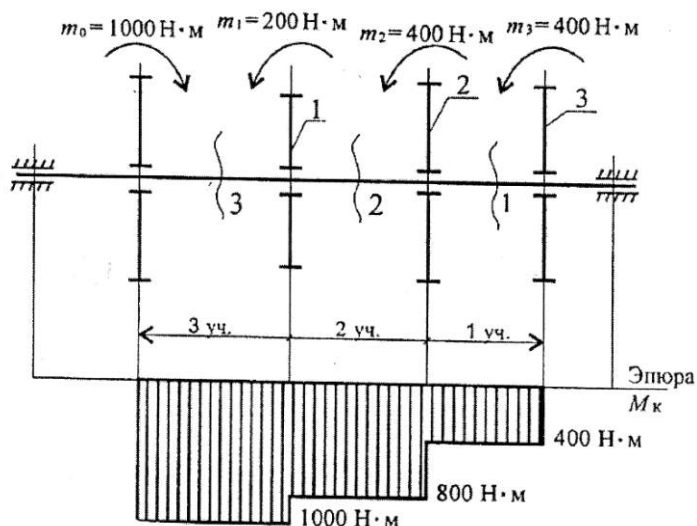

Рис. 32
**Пример 4.** Для заданного бруса (рис. 32) построить эпюры крутящих моментов, рациональным расположением шкивов на валу добиться уменьшения значения максимального крутящего момента. Построить эпюру крутящих моментов при рациональном расположении шкивов.